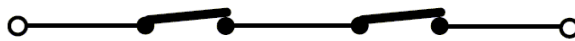

Рис.12
Если 2 или более устройств выполняют одну и ту же функцию (открытие или закрытие), они должны быть соединены последовательно (см. рис.12) с использованием нормально закрытых (NC) контактов
STP – Контакт СТОП (N.C.): Любой элемент управления (к примеру, кнопка), который при размыкании контакта останавливает движение створок. Для установки нескольких элементов управления с нормально закрытым контактом используйте последовательное соединение (см. рис.12).